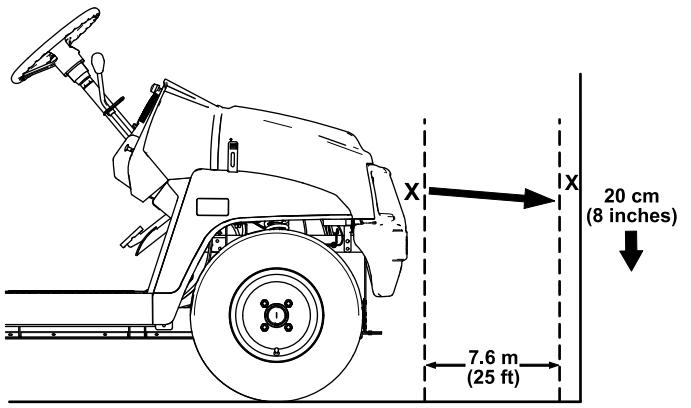

Figura 46
1. Aparque la máquina en una superficie nivelada con los faros a unos 7,6 m de una pared (Figura 46).
La parte más brillante del haz del faro debe estar a 20 cm por debajo de la señal hecha en la pared (Figura 46).